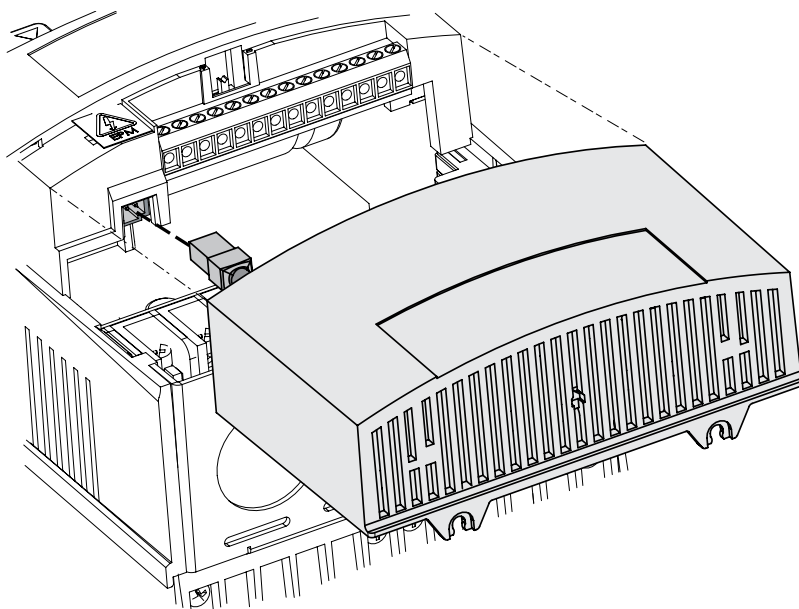

Figura 3: Rimontaggio del coperchio della morsettiera
4. Riallineare il coperchio alla morsetteria per il rimontaggio, collegare il connettore ombelicale del modulo all'azionamento, chiudere il coperchio e fissarlo saldamente come illustrato nella Figura 3.